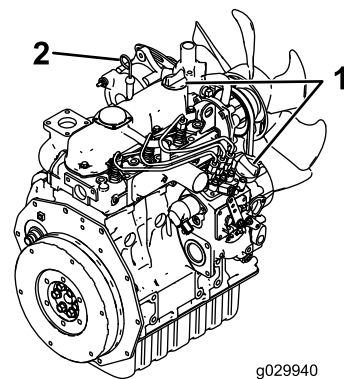

図 45
4. キャップ兼ディップスティックの周囲をきれいに拭く(図 45)。